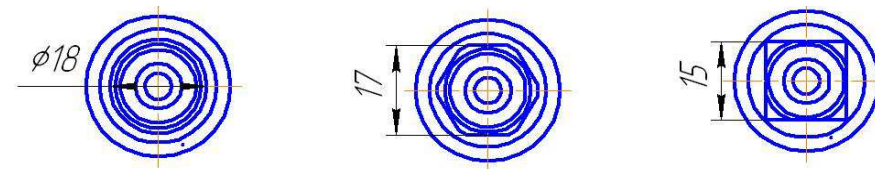

Рис.2 Геометрические формы гнезд клапанов и штекеров (механическая кодировка)
На рис.2 показаны стыковочные размеры штекеров и соответствующего гнезда клапанов.
5.5 ШГ и посадочное гнездо КГ каждого комплекта имеют геометрические размеры (механическая кодировка) соответствующие определенному виду газа (См. Рис.2 и табл.3).